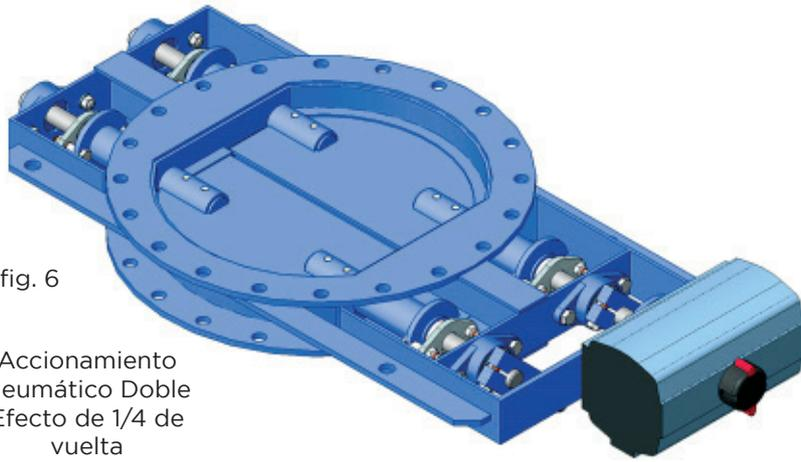

fig. 6
- Los m s habituales en este tipo de mariposas d mper son los de un 1/4 de vuelta (fig. 6 y 7). Estos se montan directamente sobre el eje de accionamiento.